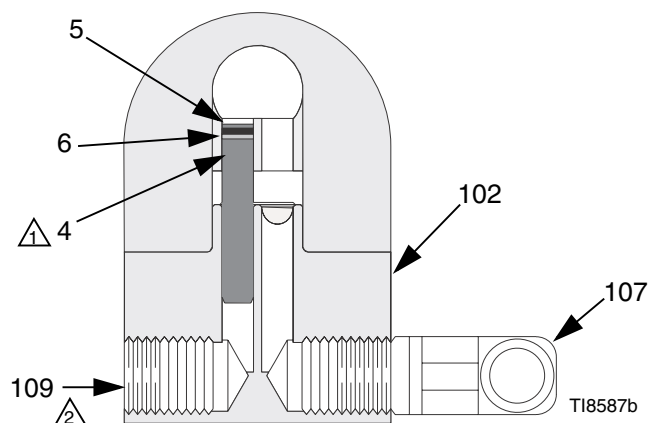

FIG. 1: Ikke-cirkulerende opstilling (snitbillede)
Pistolen er forsynet med en indvendig væskeprop (4). Se FIG. 1. Fjern den indvendige prop, når pistolen skal bruges i et cirkulationssystem. Lad proppen sidde i i et ikke-cirkulerende system for at minimere skylletiden.
1. Påfør smøremiddel der hindrer fastbrænding 222955 på gevind og modflader på manifold (102), prop (109) og knæ (107) (medfølger usamlet).
2. Monter et knæ (107) i manifoldens ene væskeport (102) og en prop (109) i den anden port.
3. Monter den indvendige prop (4) i pistolens væskeport på samme side som manifoldens prop.
4. Tilslut væskeforsyningsledningen til manifoldens knæ (107). Se FIG. 1.
5. Monter pistolen på manifolden ved hjælp af de fire skruer (14). Skru alle fire skruer løst i. Tilspænd de to forreste skruer først, og tilspænd dernæst de to bageste med et moment på 7,3 N•m.